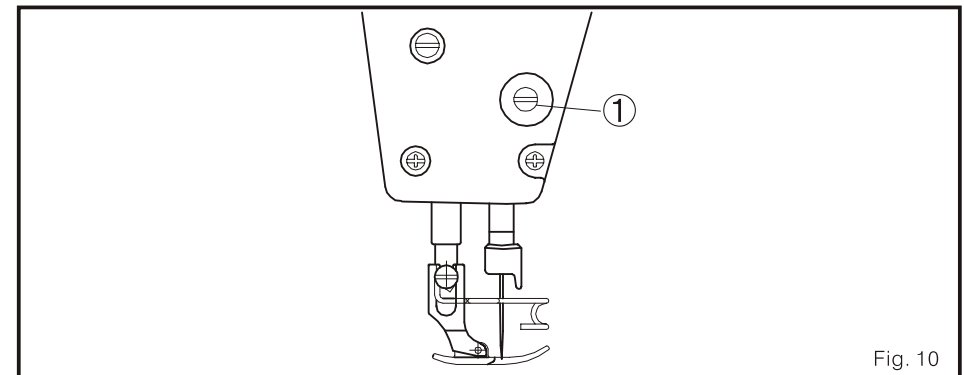

Fig. 10
1. Solte o parafuso 1, e ajuste a altura e o ângulo do pé o apertapanos. (Fig. 10)